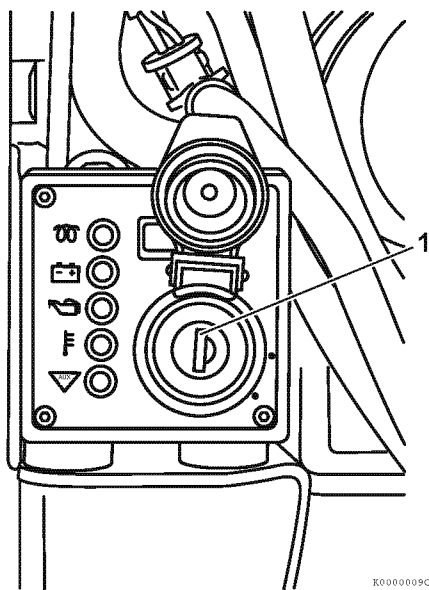
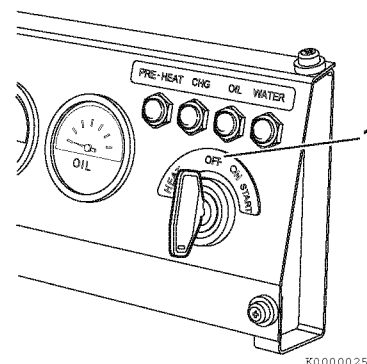

Рисунок 6
Рисунок 7
4. Поверните ключ в положение OFF (1, Рисунок 6) или (1, Рисунок 7) и выньте его из замка зажигания.